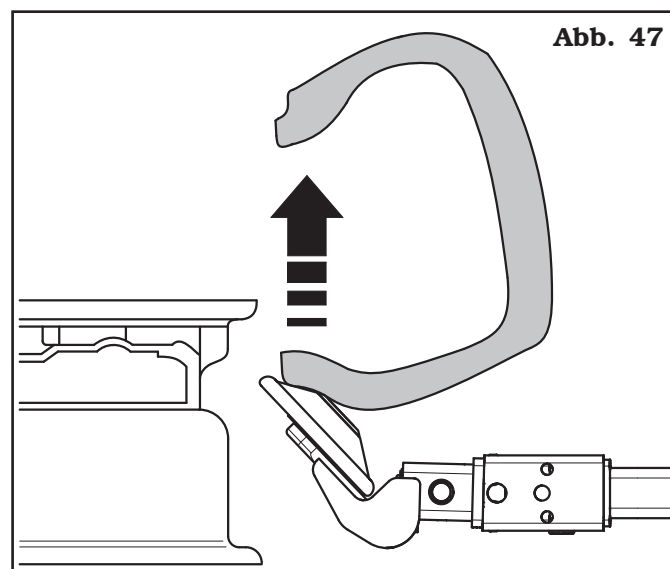

Abb. 47
1. Die Rolle und den Reifen bis zur Übereinstimmung mit dem Felgenreand anheben (siehe **Abb. 47**).